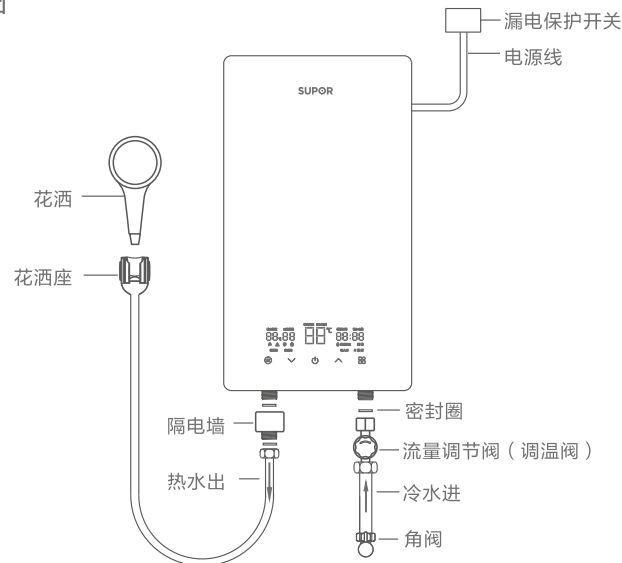

图4
5. 隔电墙安装:将标配隔电墙一端与机器出水口接驳好,中间应放密封圈,隔电墙的另一端与花洒软管另一端接驳好。(见图4)